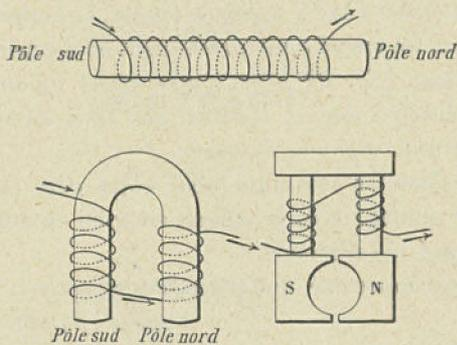

Fig. 24. — Electro-aimants.
**Électro-aimant.** — Les aimants des dynamos employées dans l'industrie sont des *électro-aimants* (fig. 24), c'est-à-dire